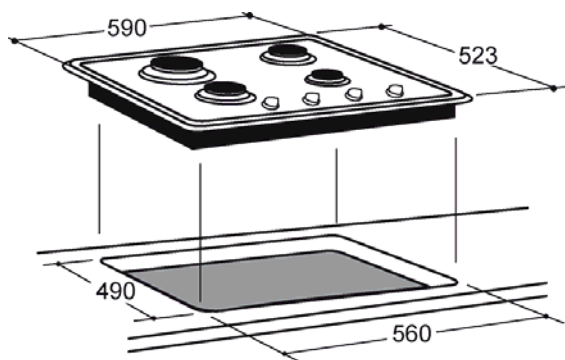

Рис. 6
1. Выпилить в столешнице отверстие размерами 490 x 560 мм. Размеры отверстия показаны на рис. 6.